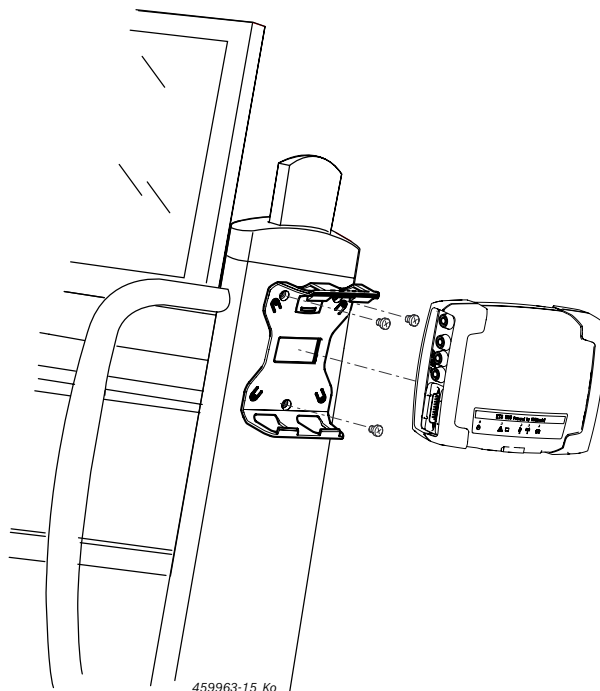

図 7: 固定ブラケットの取付け
1. 同梱の付属丸皿小ねじで固定ブラケットをキャリッジに取り付けます (図7)。